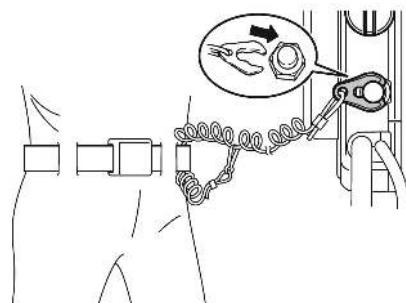

Рис. 34 Установка чеки безопасности
- Подсоедините шнур чеки безопасности к специальному крепежу на одежде (спасательном жилете), либо к руке или ноге. Подсоедините чеку безопасности к аварийному выключателю (Рис. 34).